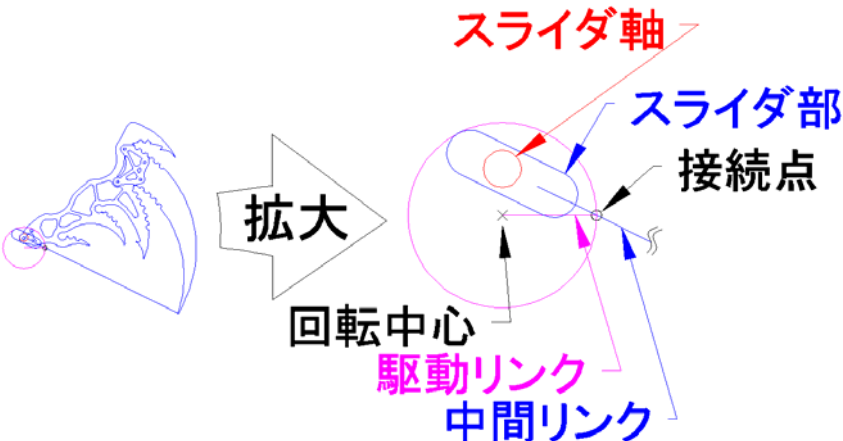
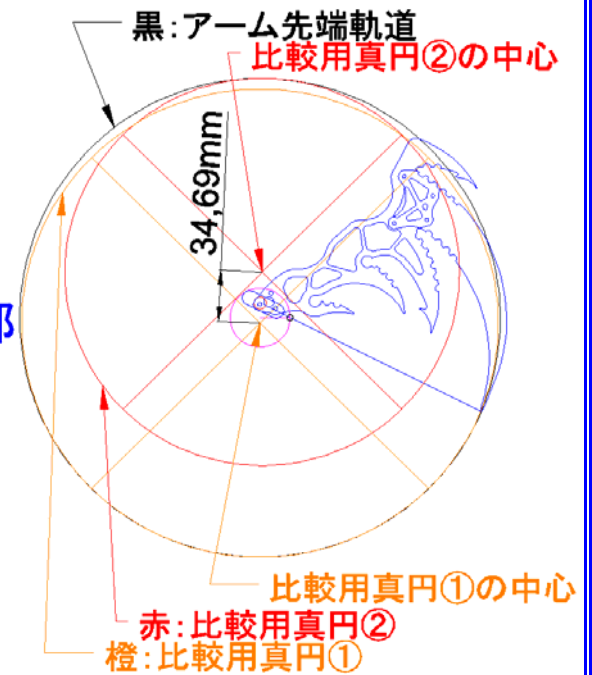

図6: アームの揺動リンク
図7: アーム先端軌跡と比較用真円との比較
ギアボックス内に図6のようなスライダクランク機構により、モータからの入力(駆動リンク)→アーム先端(中間リンク)まで動力を伝達します。このリンクは駆動リンクから中間リンクに回転軸で接続されており、アーム先端は黒線の軌道(図7)を描き、2点以上の充分に間隔の空いた円弧中心を持つ連続した曲線を通ります。(比較用真円①と②は、アーム先端軌道が2点以上の充分に間隔の空いた円弧中心があることを表し、①と②の真円中心の距離は34.69mmである。)